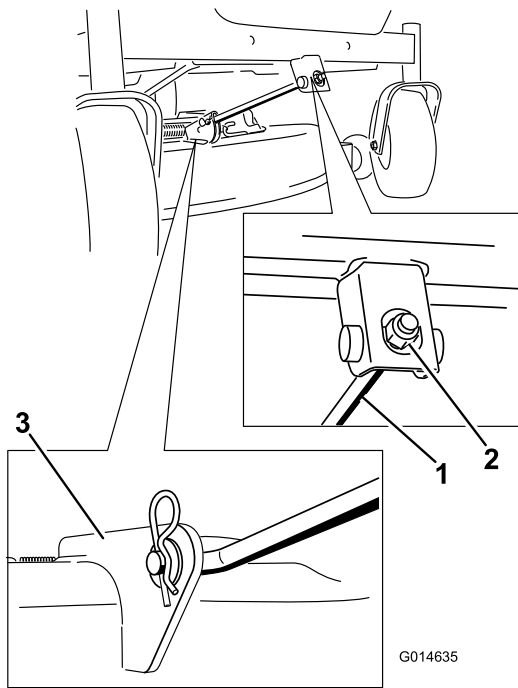

Figura 63
4. Retire el pasador de horquilla de la varilla de soporte delantera y retire la varilla del soporte de la carcasa (Figura 63). Baje cuidadosamente la parte delantera de la carcasa de corte al suelo.
- Conecte la varilla de soporte delantera a la carcasa de corte con el pasador y la chaveta (Figura 63).